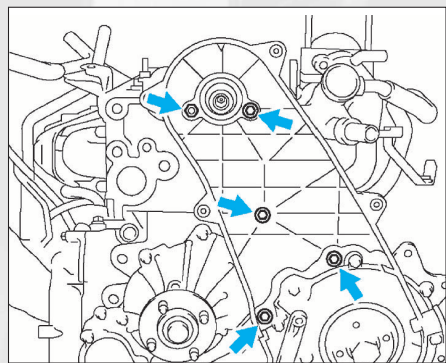

FIG. 28
- Afin de déposer le carter de la courroie de distribution (5 vis) (fig. 28), déposer :